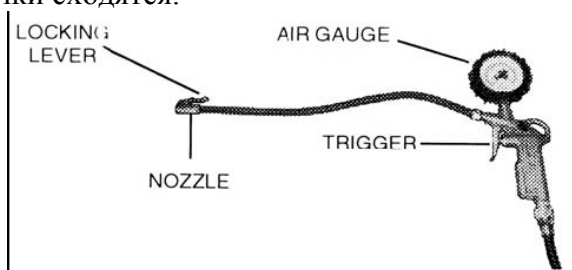

рис.4
- 5) Нажмите на спусковой крючок на пистолете накачки для выпуска воздуха из наконечника (рис.4).
- 2) Чтобы накачать шину, вставьте наконечник пистолета для накачки (см. рис.4) в сосок шины при положении запирающего рычажка «UP» («Вверх»). Убедитесь, что сопло плотно обхватывает сосок.